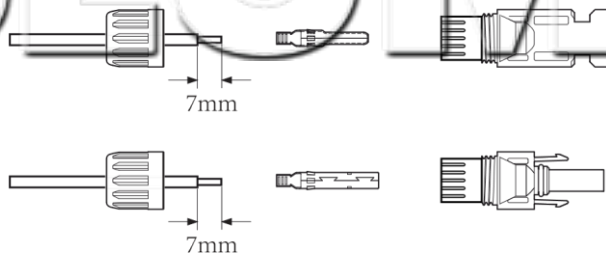

Рис. 5.3 Разбор коннектора
- а) оголив провод постоянного тока примерно на 7 мм, отвинтите гайку (смотрите рисунок 5.3);